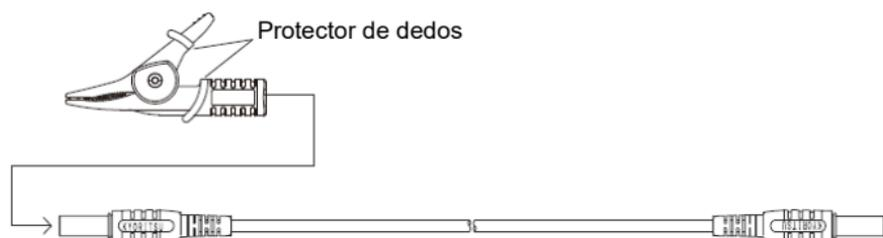

Fig. 4
(1) Desenrosque y desmonte ① como se muestra en la Fig. 4 y desmonte el Pasador de punta.
(2) Monte el pin largo y apriételo ①.